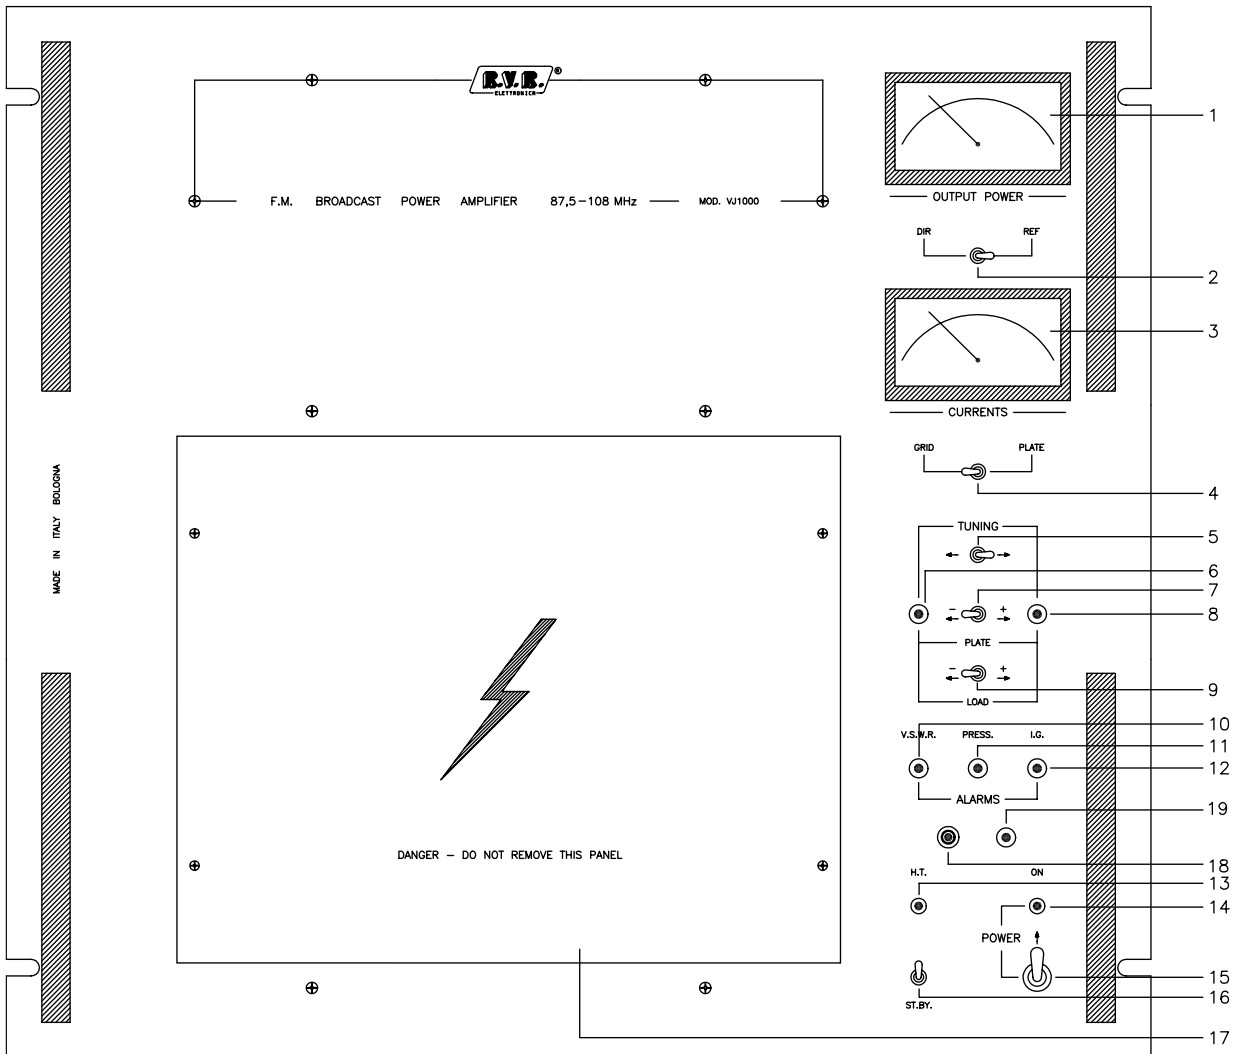

FIG. 1
Sul pannello frontale sono presenti due strumenti di misura analogici: su uno si effettua la misura della potenza diretta e riflessa in uscita (1 Fig.1), sull'altro si misurano le correnti di placca e di griglia (3 Fig.1).
Per ognuno di questi strumenti sono presenti i relativi deviatori di selezione lettura (2 e 4 Fig.1).
In posizione centrale vi è un gruppo di interruttori ed indicatori leds che si riferiscono alla sintonia anodica e del carico: i due indicatori leds segnalano rispettivamente la fine corsa per la sintonia anodica a 87,5 MHz (6 Fig.1) e 108 MHz (8 Fig.1), mentre i tre pulsanti a levetta servono rispettivamente per l'abilitazione dei motori di sintonia
(5 Fig.1), per la sintonia di placca (7 Fig.1) e per la sintonia del
carico (9 Fig.1).
Sono poi presenti tre indicatori luminosi che segnalano allarmi: per eccesso di R.O.S. (10 Fig.1), per insufficienza di pressione nella turbina (11 Fig.1) e per eccesso di corrente di griglia (12 Fig.1).
Infine, sono presenti: l'indicatore che segnala se è inserita l'alta tensione (13 Fig.1), l'interruttore per inserire l'alta tensione o mettere la macchina in ST.BY. (15 Fig.1), l'interruttore e la relativa spia di accensione (14 e 16 Fig.1).
DESCRIZIONE DELLA VISTA DEL PANNELLO FRONTALE (FIG. 1)
- 1) Svitare le viti del pannello alta tensione anteriore (17 Fig.1) e aprirlo.